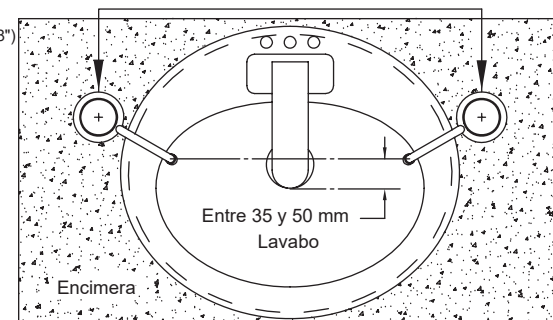

Fig. 2A
- Elija un lugar adecuado (Fig. 2A), corte y pegue la plantilla de instalación (Fig. 2B) en el lugar de perforación. (Asegúrese de que haya suficiente espacio por encima y por debajo de la encimera, como se muestra en la Fig. 3).